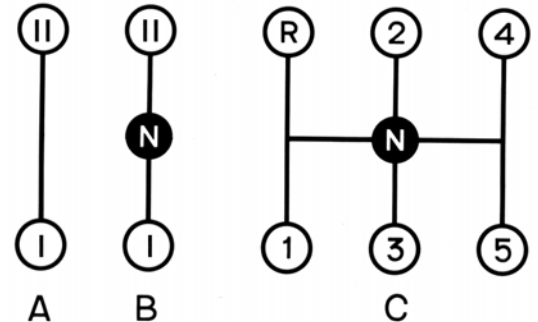

Рис. 5.9. Схема положений рычагов:
**2 – выключатель аварийной сигнализации (рис. 5.9).**
**15 – рычаг коробки передач.** Схема переключения передач показана на рис. 5.9.
**16 – рычаг переключения передач раздаточной коробки.** Схема переключения передач показана на рис. 5.9.
**17 – рычаг включения переднего моста.** Схема положений рычага показана на рис. 5.9.